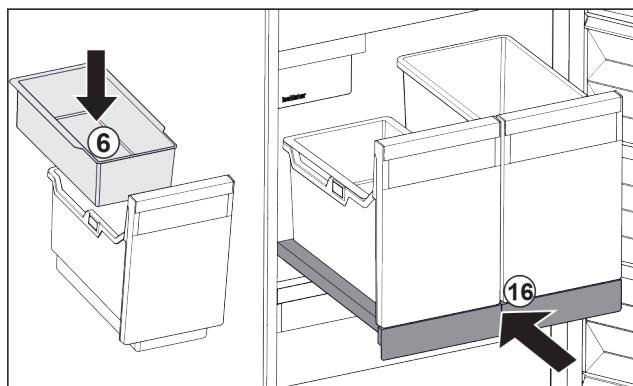

Fig. 36
- ▶ Вставити підвісний лоток Fig. 36 (6) для кубиків льоду.
- ▶ Встановити витяжну панель з резервуаром (IceTower). Fig. 36 (16)